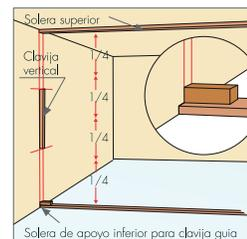

Fig. 1
- Fijar al piso la solera de apoyo para la clavija de guía y separación de paneles. (fig. 1).
- Medir la altura desde la solera inferior hasta la losa o fondo de viga (fig. 1), trasladar esta cota sobre el panel restando 10 mm, trazar la línea de corte y cortar con sierra circular o serrucho de mano.